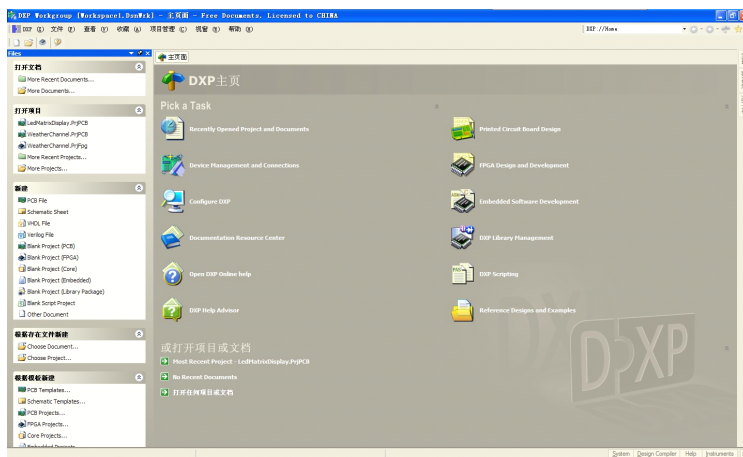

图 1-1-10 汉化的 Protel 2004 软件工作主窗口
3、重新启动软件，Protel 2004 便成功汉化。如图 1-1-10 所示进入到汉化后的 Protel 2004 软件工作主窗口